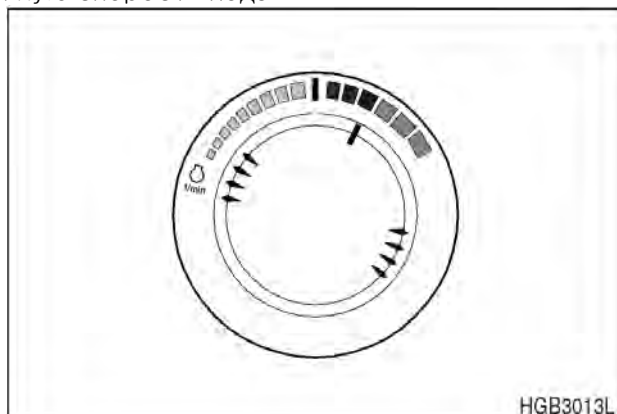

Рис. 43
2. Вращая диск регулировки скорости двигателя, установить соответствие заданной скорости двигателя значению, указанному на тахометре. (Рис. 43)